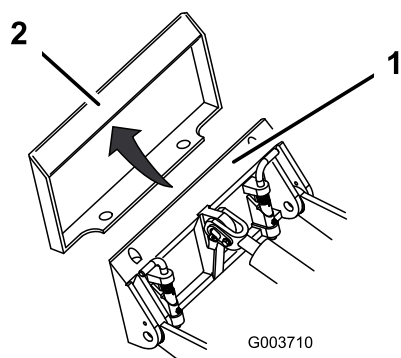

Figure 24
4. Placez la plaque de montage dans le bord supérieur du socle du récepteur de l'accessoire (Figure 24).